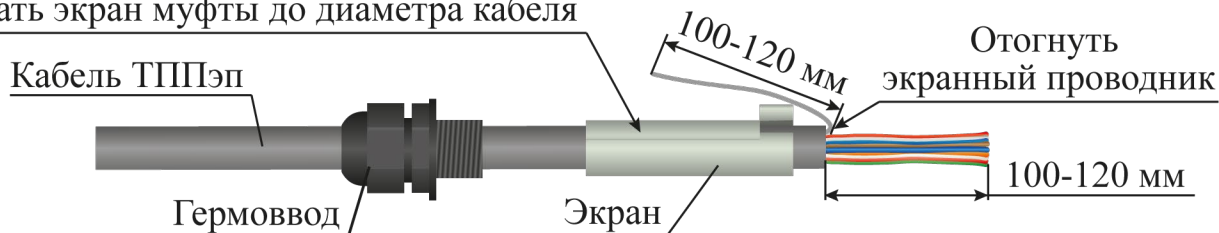

Рисунок 4.13
– надеть на оболочку одной части ремонтируемого кабеля в следующей последовательности: гермоввод, экран муфты соединительной (рисунок 4.13);
– снять оболочку со свободного конца кабеля ТППЭп длиной 100 - 120 мм (рисунок 4.13);
– экранный проводник отвести в сторону (рисунок 4.13);